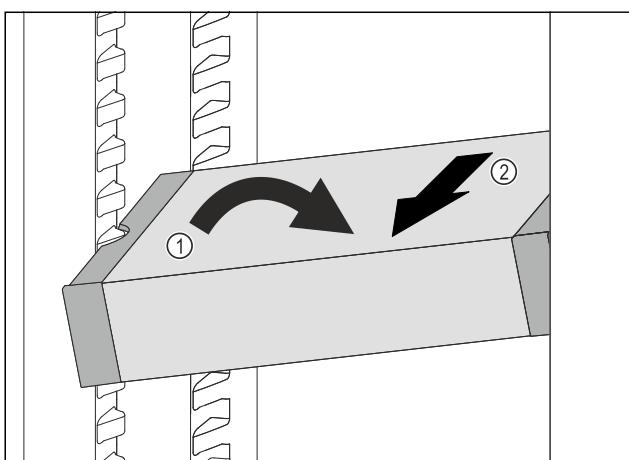

Fig. 92
- Poziționați oblic VarioSafe în frigider. Fig. 92 (1)
- Extragăți VarioSafe spre înainte. Fig. 92 (2)